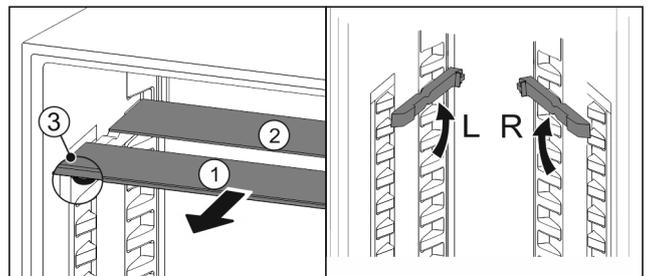

Fig. 102
- ▶ Glasplatten einzeln nach vorne herausziehen Fig. 102 (1).
- ▶ Glasplatte Fig. 102 (1) mit Zierleiste liegt vorne.
- ▶ Stops Fig. 102 (3) zeigen nach unten.